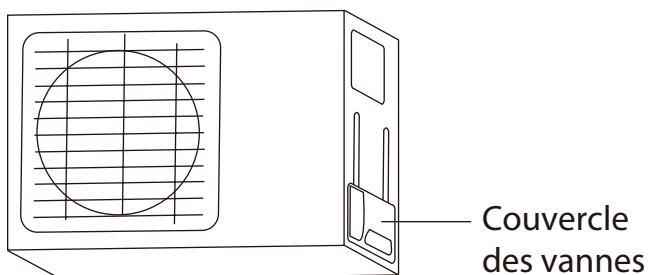

Fig. 5.9
1. Dévissez le couvercle de la vanne haute pression sur le côté de l'unité. (Voir **fig. 5.9**)